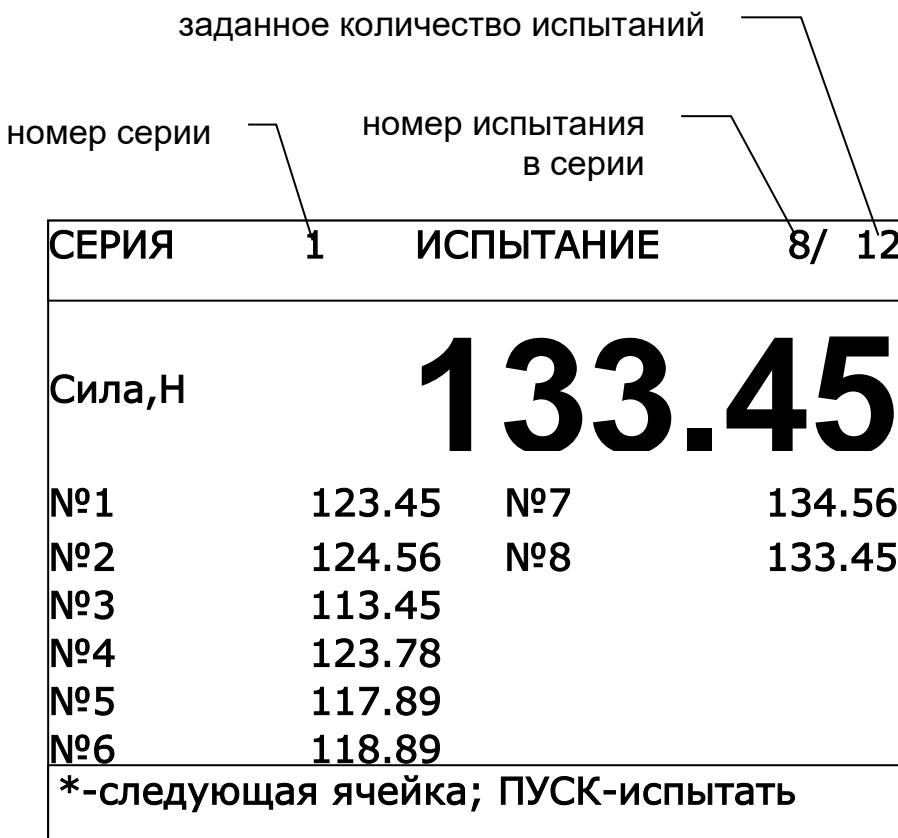

Рисунок 11
4.4.3.1.1 После установки требуемых значений параметров испытания нажать [Пуск] – прочномер начнёт серию испытаний в ручном режиме (см. рисунок 11).